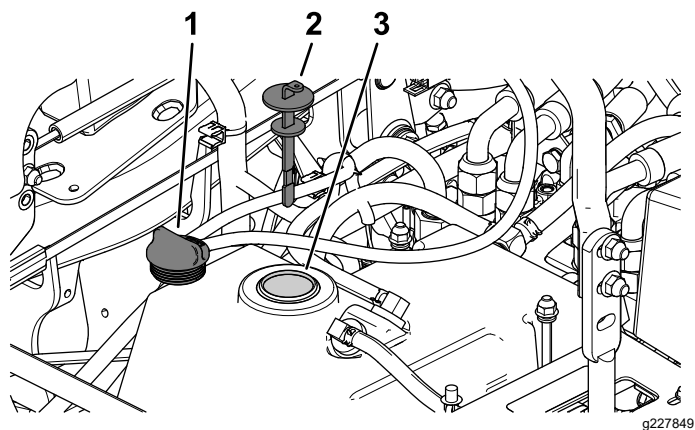

Figure 67
5. Remettez le bouchon du réservoir hydraulique (Figure 67).
6. Retirez la jauge et essuyez-la sur un chiffon propre (Figure 67).